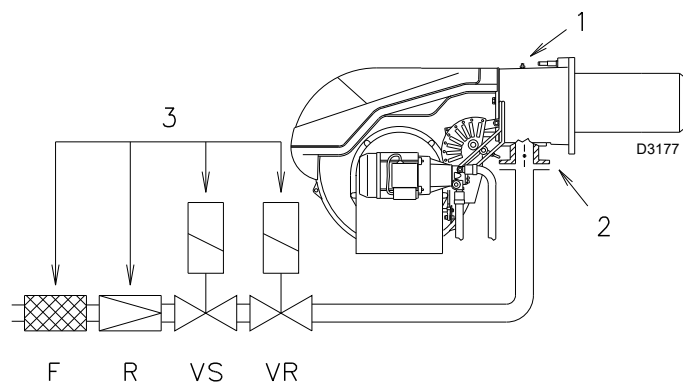

Рис. 23
Давление газа, измеренное на штуцере 1)(Рис. 23), с:
- Отнимите от давления газа на штуцере 1)(Рис. 23) давление в камере сгорания.
$$\begin{aligned} \text{Давление газа на штуцере 1)(Рис. 23)} &= 21,9 \text{ мбара} \\ \text{Давление в камере сгорания} &= 3 \text{ мбара} \\ 21,9 - 3 &= 18,9 \text{ мбара} \end{aligned}$$
Чтобы узнать давление газа, необходимое на штуцере 1)(Рис. 23), определив максимальную мощность работы горелки, выполните следующее:
Посмотрите справа давление на штуцере 1)(Рис. 23).
необходимое давление на штуцере 1)(Рис. 23).